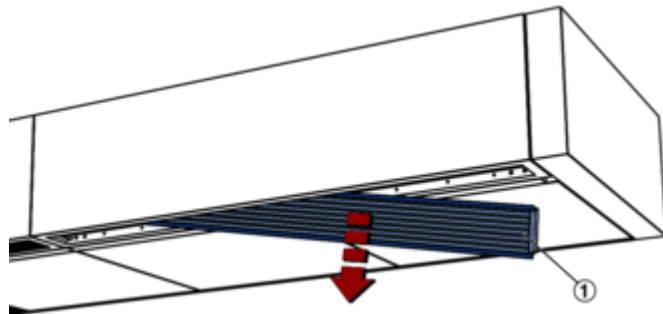

Abb. 87: Zuluftgitter demontieren
2. ▶ Zuluftgitter (Abb. 87/1) etwas anheben, drehen und herausnehmen. Für die spätere Montage sicher lagern.